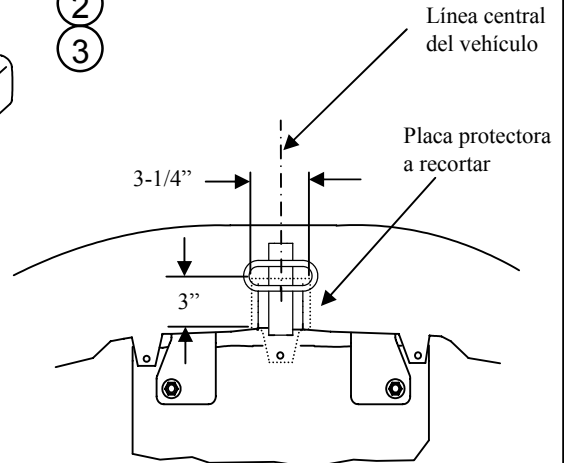

Figura 2
①	Cant. (4)	Perno de carruaje 1/2-13 x 4.50 Gr2	⑤	Cant. (2)	Bloque espaciador 1/4 x 2 x 2
②	Cant. (2)	Placa superior, 2.00 x 4.50 con orificios cuadrados	⑥	Cant. (2)	Arandela cónica dentada, 1/2
③	Cant. (4)	Tuerca de bloqueo mariposa, -1/2-13	⑦	Cant. (2)	Tuerca hexagonal, 1/2-13
④	Cant. (2)	Perno de carruaje 1/2-13 x 1.75 Gr5
1. Retire los tres (3) tornillos que sostienen la placa protectora plástica del parachoques al fondo del recolector del baúl.
3. Retire los dos (2) tapones de drenaje plásticos más posteriores del fondo del recolector del baúl.
4. Recorte una muesca en la parte inferior de la placa protectora plástica, aproximadamente 3-1/4" de ancho x 3" de profundidad como se muestra en la Figura 2.